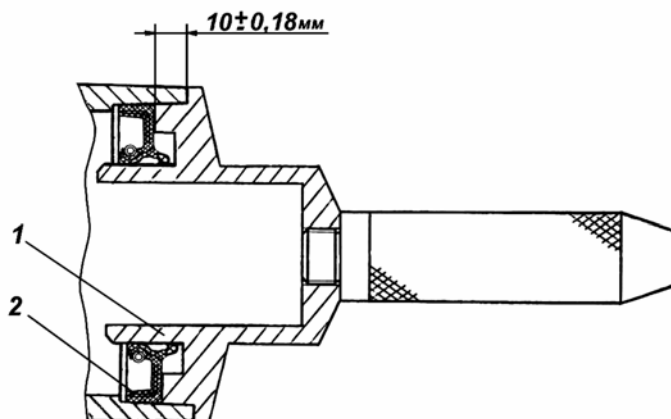

Рис. 4.31. Установка манжеты: 1 – оправка; 2 – манжета
- запрессовать в отверстие крышки манжету (рис. 4.31) пыльником наружу на глубину $10 \pm 0,18$ мм от торца крышки;
- запрессовать в отверстие крышки манжету (см. рис. 4.31) пыльником наружу на глубину $10 \pm 0,18$ мм от торца крышки;
- запрессовать в отверстие картера манжету (см. рис. 4.31) пыльником наружу на глубину $10 \pm 0,18$ мм от торца картера;